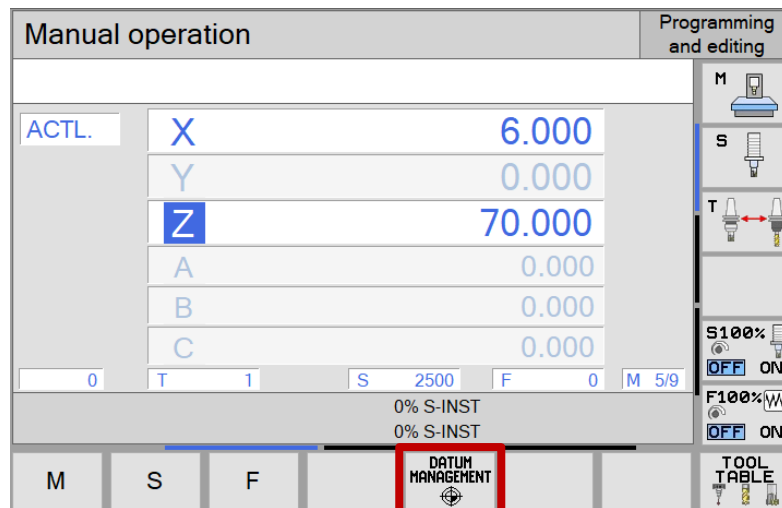

Рис.150. Кнопка «DATUM MANAGEMENT»
4. На экране пульта управления нажать кнопку «DATUM MANAGEMENT» (рис.150);